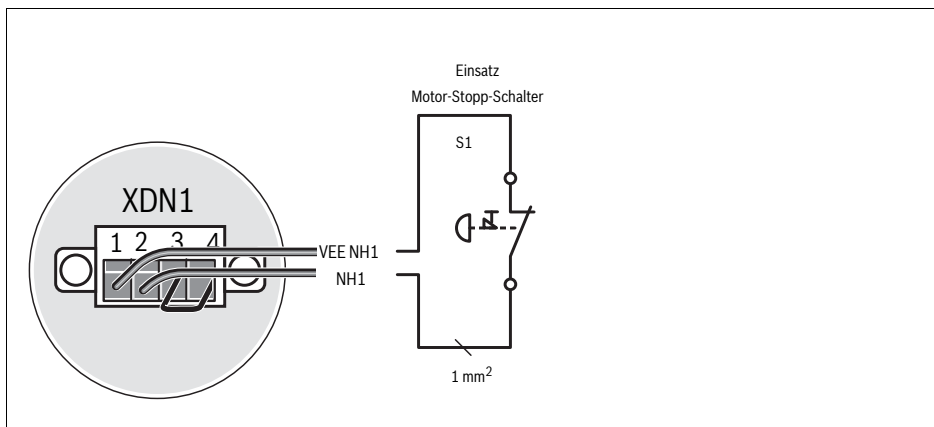

Abb. 8: Anschluss Motor-Stopp-Kreis 1 (NH1) an das Kompaktsystem
- Bei Benutzung von nur einer Motor-Stopp Anschlussmöglichkeit empfehlen wir den Motor-Stopp über den Motor-Stopp-Kreis NH1 auszuführen (siehe Abb. 8 auf Seite 19).